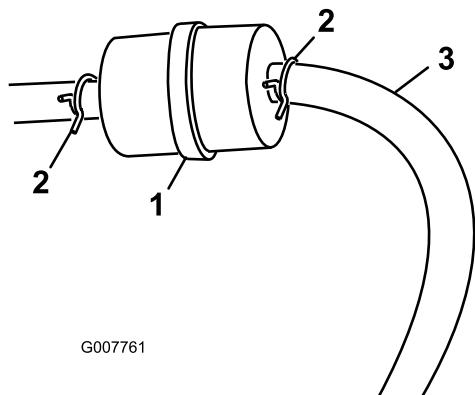

Figura 30
- Apriete los extremos de las abrazaderas y deslícelas por el tubo alejándolas del filtro (Figura 30).
- Instale un filtro nuevo y acerque las abrazaderas al filtro (Figura 30).
- Afloje la abrazadera cerca del filtro de combustible y deslícela por el tubo, alejándola del filtro de combustible (Figura 30).
- Desconecte el tubo de combustible del filtro de combustible (Figura 30).
Nota: Deje fluir la gasolina a una lata u otro recipiente apropiado (Figura 30).
- Instale el tubo de combustible en el filtro de combustible. Acerque la abrazadera al filtro de combustible para fijar el tubo de combustible (Figura 30).